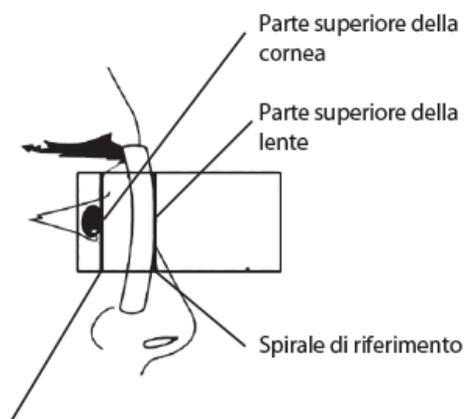

Fig. 9b
- c. Successivamente l'ottico deve far scorrere a destra e a sinistra il tasto per far coincidere la spirale di riferimento con la parte superior della lente (Fig.9b). La distanza tra la parte superior della cornea e la lente degli occhiali può essere ottenuta sottraendo lo spessore della lente dal valore visualizzato digitalmente in quell momento.